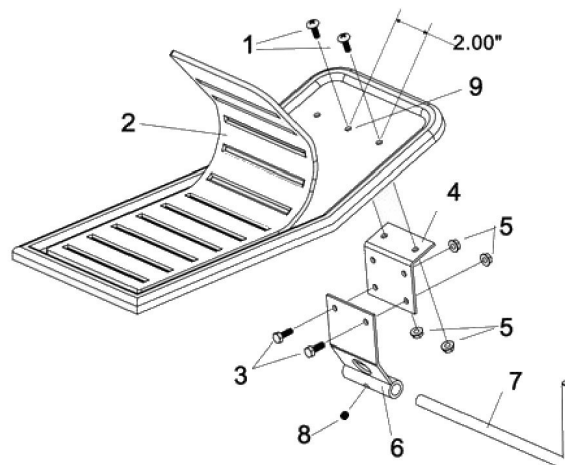
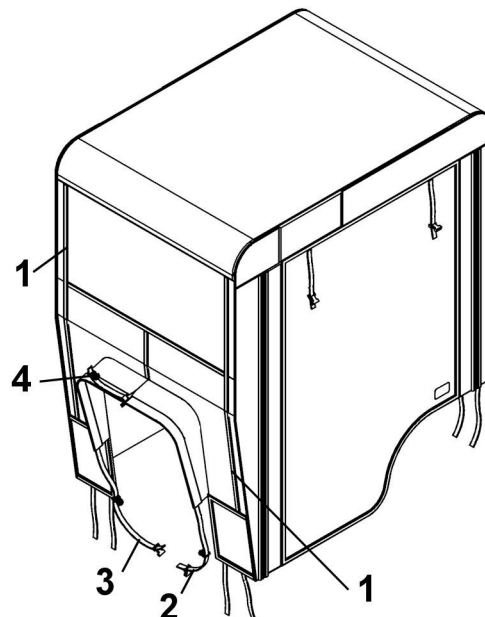

Figure 3
Figure 5
Lorsque l'endroit a été déterminé, percer deux trous 9/32" dans chaque repose-pieds. Si nécessaire, décrocher et lever les lisières de caoutchouc sur les repose-pieds. Installer les plaques d'attache avant (fig.3, item 4) sous les repose-pieds en utilisant deux vis mécanique 1/4 x 3/4" (item 1) et écrou à bride (item 5). Serrer fermement.
Le devant de la cabine a été conçu avec une ouverture qui permet d'accéder sous le capot. Attacher les courroies (fig.5, items 2 & 3) en les passant dans les trous des supports avant (fig.3, item 6). Ajuster les boucles et les attacher ensemble.